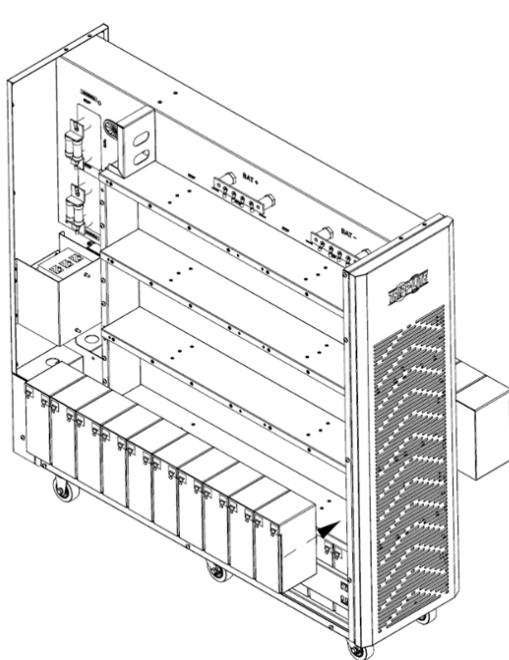

Figure 5-8A
8. Installer les 10 modules de batteries dans la couche suivante (L2-A, ensemble positif du groupe 2). S'assurer de garder les côtés des bornes de toutes les batteries vers le haut (Figure 5-8A).